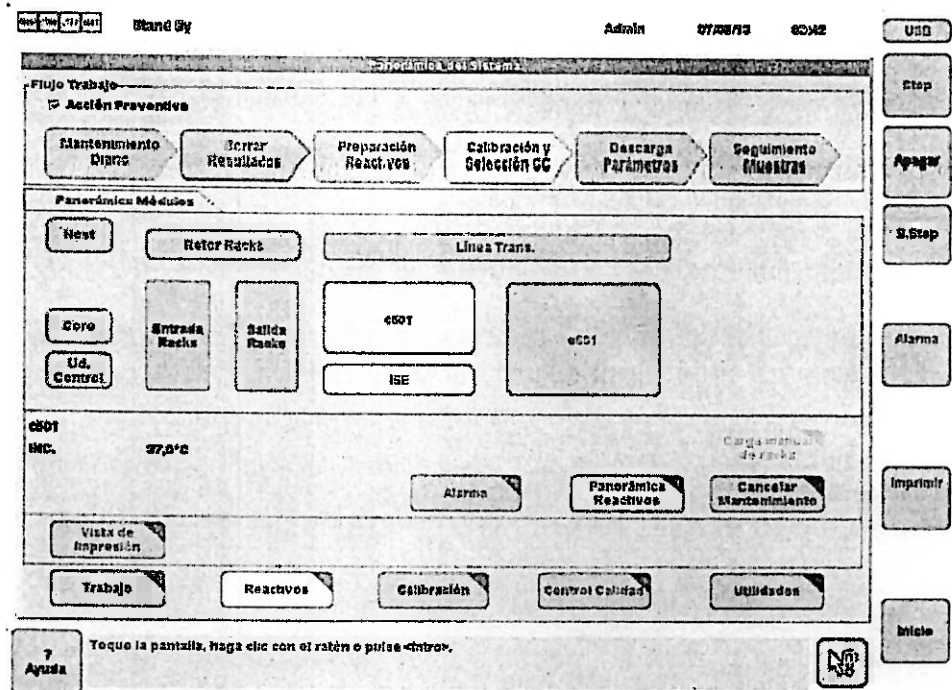

Imagen 3: Panorámica del Sistema.
- Pantalla panorámica de equipo Cobas 6000: desde ella se puede acceder a todas las funciones del equipo, tanto del módulo c501 como del módulo e601 (Ver Imagen 3).